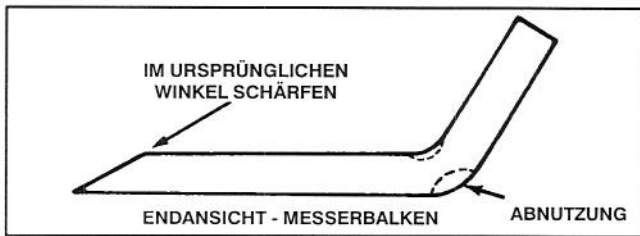

Abbildung 14
Jedesmal, wenn der Aufsitzmäher hochgekippt wird, den Messerbalken prüfen. Wenn dessen Befestigungsschraube locker ist, diese auf 61-81 Nm festziehen. Wenn Messerbalken oder Windflügel (Abb. 14) am Ende des Messers abgenutzt, korrodiert oder angerissen sind, den Messerbalken auswechseln. Verbotene und exzentrische Messerbalken auswechseln. Um den sicheren Betriebszustand zu gewährleisten, immer nur echte TORO Ersatzteile verwenden. NIE 'PASSEN SCHON' MESSER VERWENDEN.
7. Die Schnittfläche an beiden Enden des Messerbalkens mit Hilfe einer Feile schärfen (Abb. 14).